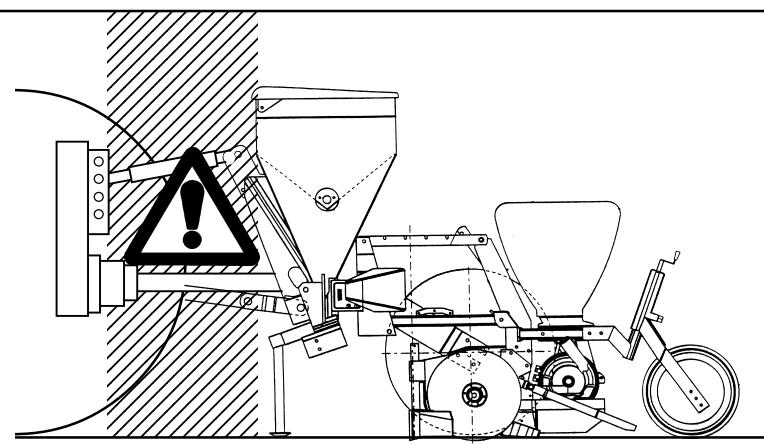

Fig. 4
29) È assolutamente vietato interporsi tra il trattore e l'attrezzatura (Fig. 4) con motore acceso e cardano inserito nonché senza aver azionato il freno di stazionamento ed aver inserito, sotto le ruote, un ceppo o un sasso di bloccaggio di adeguate dimensioni.
29) *It is absolutely forbidden to stand or move in the space between the tractor and the equipment (Fig. 4) with the engine running and the universal joint linked up and without the hand brake pulled and a block or stone placed under the wheels to block them.*
29) Es ist absolut verboten, bei laufendem Motor und eingeschalteter Gelenkwelle zwischen Schlepper und Gerät (Abb. 4) zu treten, ohne vorher die Feststellbremse gezogen und unter die Räder einen Bremskeil oder einen grossen Stein gelegt zu
29) *Il est absolument interdit de se mettre entre le tracteur et l'équipement (Figure 4) si le moteur est en marche et le cardan est enclenché, sans avoir actionné le frein de stationnement et bloqué les roues avec une une cale ou un caillou aux dimensions adéquates.*
29) Está absolutamente prohibido ponerse entre el tractor y el equipo (Fig. 4) cuando el motor está encendido y el cardán insertado, sin haber accionado el freno de mano y haber colocado, debajo de las ruedas, un cepo o una piedra de bloqueo con dimensiones adecuadas.
- 33) È assolutamente vietato interporsi fra il trattore e l'attacco per manovrare il comando dall'esterno per il sollevamento (Fig. 4).
- 33) Es ist absolut verboten, zwischen den Schlepper und den Anschluss zu treten, um die Aushebung von aussen zu betätigen (Abb. 4).
- 33) Il est absolument interdit de se mettre entre le tracteur et l'attelage pour manoeuvrer la commande de levage de l'extérieur (Figure 4).
- 33) Está absolutamente prohibido ponerse entre el tractor y el gancho para efectuar maniobras, desde afuera, con el mando para la elevación (Fig. 4).